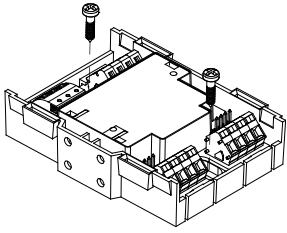

Рис. 9
- непосредственно в шкафу или контрольной панели на ровной поверхности (Рис.9).